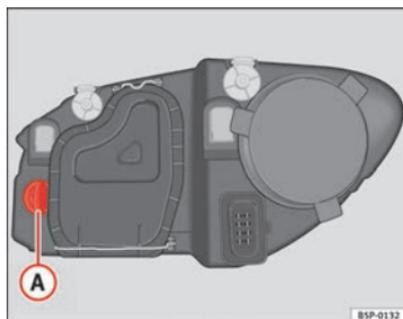

Fig. 187 Lâmpada das luzes indicadoras de mudança de direcção
- Rode o porta-lâmpadas ⇒ fig. 187 **A** para a esquerda e puxe.